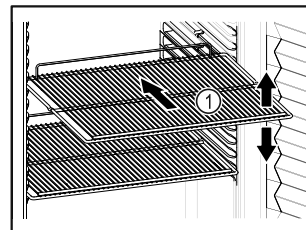

Fig. 75 Przykładowa prezentacja
- Jeśli ruszty do składowania Fig. 75 (1) są ruchome, należy je ustawić odpowiednio do wysokości.